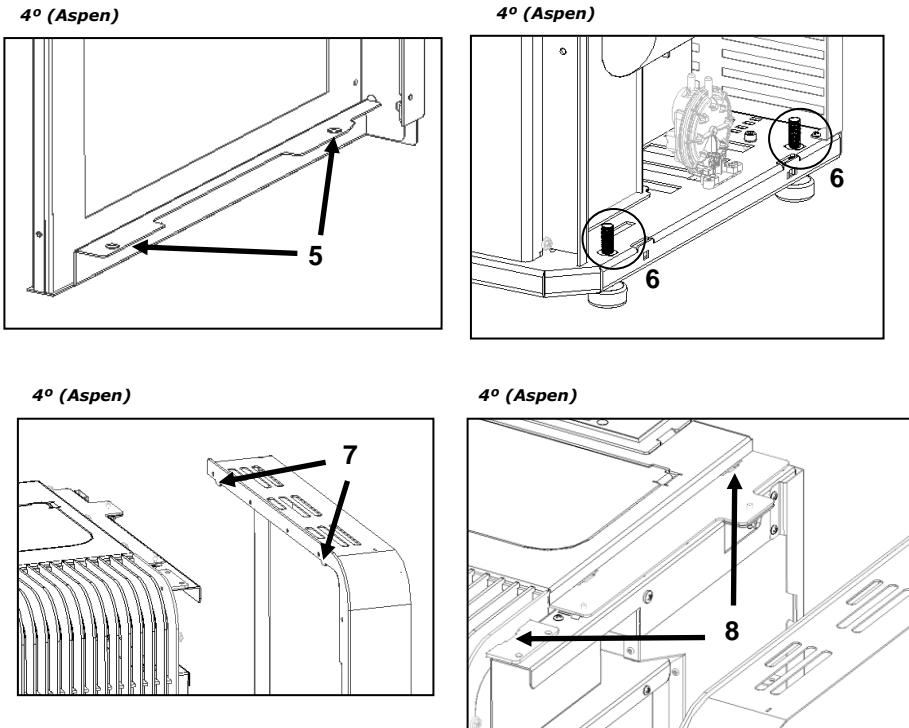

Figura 39 – Colocação das envelopantes Aspen
h) No equipamento **Aspen**, encaixar primeiro os furos inferiores **5** das envelopantes laterais, nos guias **6** que se encontram no fundo da máquina, depois no sentido descendente encaixar os apoios **7** nos rasgos **8**, como demonstra a Figura 39.